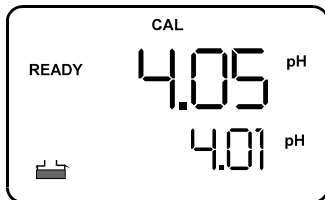

图3: 2 次校正点
- 等待 pH 测量值稳定, 即液晶板左手边的[READY]信号器亮。(见图 3)。